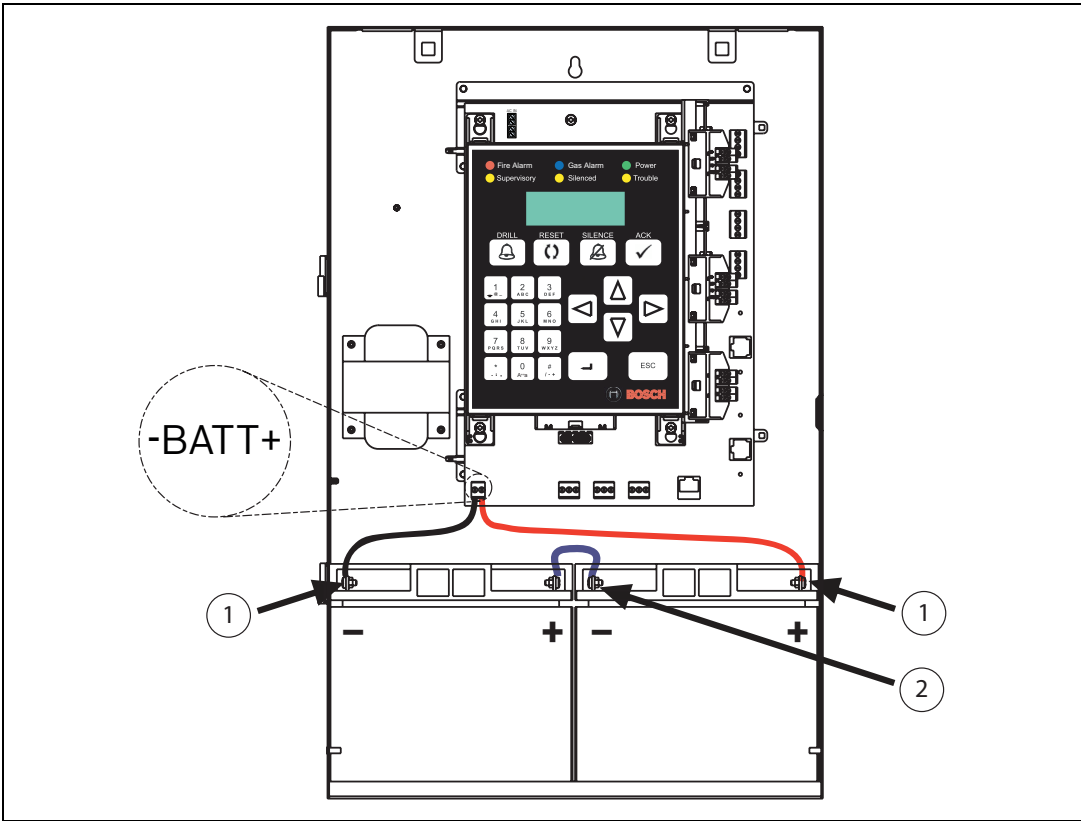

Figura 4.31 Conectar Baterias de Alimentação Auxiliar
1. Observe a polaridade do cabeamento e conecte os cabos da bateria aos terminais da bateria BATT na placa principal (Figura 4.31). Utilize apenas baterias da mesma capacidade (Ah). Conecte as baterias em série.